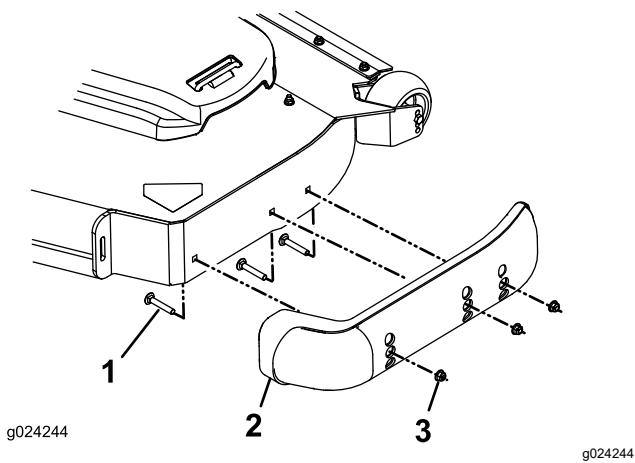

Figure 34
3. Retirez les boulons à embase et les écrous de chaque patin (Figure 34).